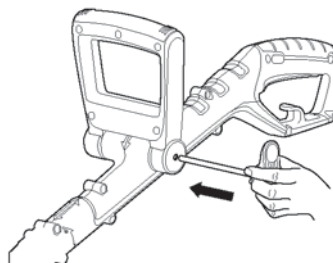

Fig.5
- > Emboîtez la poignée auxiliaire [7] sur le moyeu situé en haut du manche; enfiler le boulon par le trou de la poignée (Fig.5).